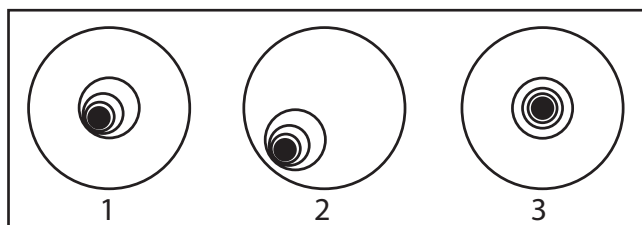

Abb. 16. Defokussierte Sternbilder. Fehlerhafte Justage (1, 2), Justage (3)
- b. Beim Betrachten des unscharfen Sternbildes ist zu beachten, in welche Richtung der dunklere Schatten im Lichtring versetzt ist, oder welcher Teil des Rings am dünnsten ist (Abb. 16,1). Platzieren Sie Ihren Zeigefinger so vor dem Teleskop, dass er eine der Kollimationsstellschrauben berührt. Sie werden den Schatten Ihres Fingers im Ring des Lichts sehen. Bewegen Sie Ihren Finger um den Rand der schwarzen Kunststoff-Sekundärspiegelhalterung, bis Sie den Schatten des Fingers sehen, der den dünnsten Teil des Lichtrings durchquert. An dieser Stelle schauen Sie sich die Vorderseite des Teleskops an, auf die Ihr Finger zielt. Sie zeigt entweder direkt auf eine Stellschraube oder zwischen zwei Stellschrauben, die auf die Stellschraube auf der Rückseite der schwarzen Sekundärspiegelhalterung gerichtet sind. Hierbei handelt es sich um diejenige Stellschraube, die Sie einstellen werden.
- c. Bewegen Sie das defokussierte Bild mit den Pfeiltasten des AutoStar II bei geringster Schwenkgeschwindigkeit an den Rand des Okularblickfeldes (Abb. 16, 2), in die gleiche Richtung, in der der dunklere Schatten im Lichtring versetzt ist.
- f. Wenn Sie das Bild in die Mitte bringen (Abb. 16, 3), untersuchen Sie sorgfältig die Gleichmäßigkeit des Lichtrings (Konzentrizität). Wenn Sie feststellen, dass das dunkle Zentrum immer noch in die gleiche Richtung versetzt ist, nehmen Sie die Einstellung in der ursprünglichen Drehrichtung vor. Wenn es jetzt in die entgegengesetzte Richtung versetzt ist, haben Sie zu weit gedreht und müssen in die entgegengesetzte Richtung drehen. Überprüfen Sie immer das Bild in der Mitte des Okularfeldes.